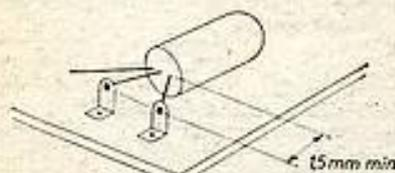

FIG. 3
3. - Lorsque le point soudé est à 1,5 mm du scellement, la température du fer ne dépassant pas 245° C. le temps de soudage maximal admissible est de 3 s. Le soudage en un point situé plus près qu'à 1,5 mm du scellement ne doit jamais être entrepris (fig 3).